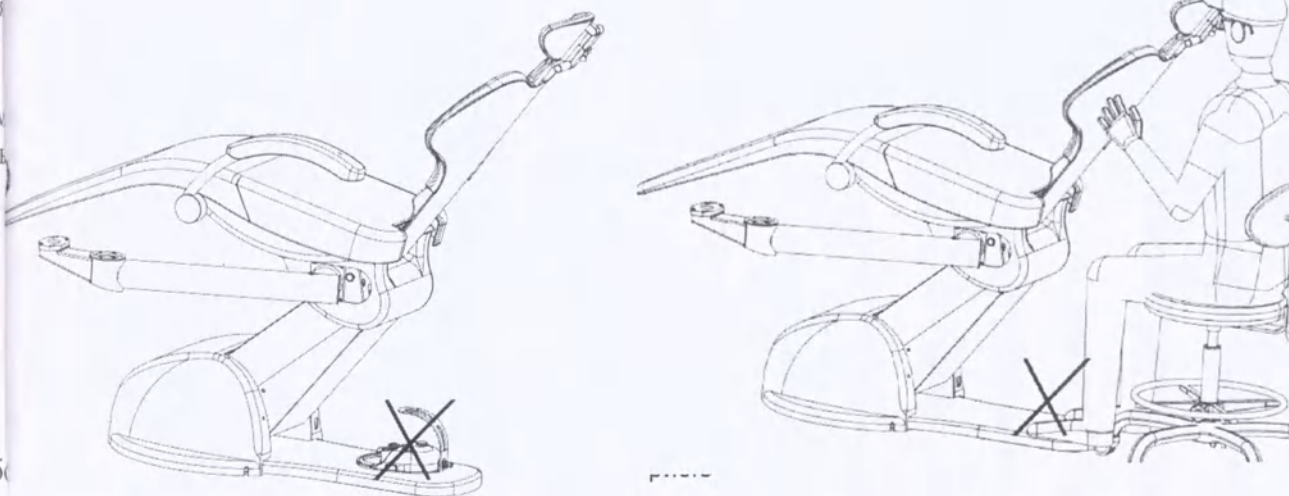

Рис. 13
- не размещайте ножную педаль на защитном кожухе основания кресла, так как это может привести к случайной активации защитных предохранителей, что приведет к блокировке движения кресла. (рис.13)